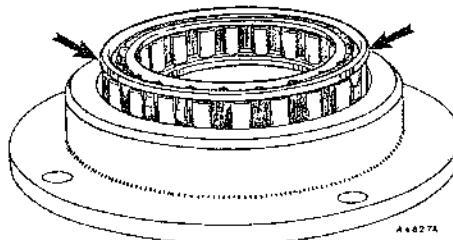

Fig. Fa.59
- (6) Montar de nuevo el cojinete de empuje, el anillo de muelle intermedio, la rueda libre de primera velocidad (con el reborde hacia fuera; véase la Fig. Fa.59), el anillo de muelle y el clip elástico de retención.